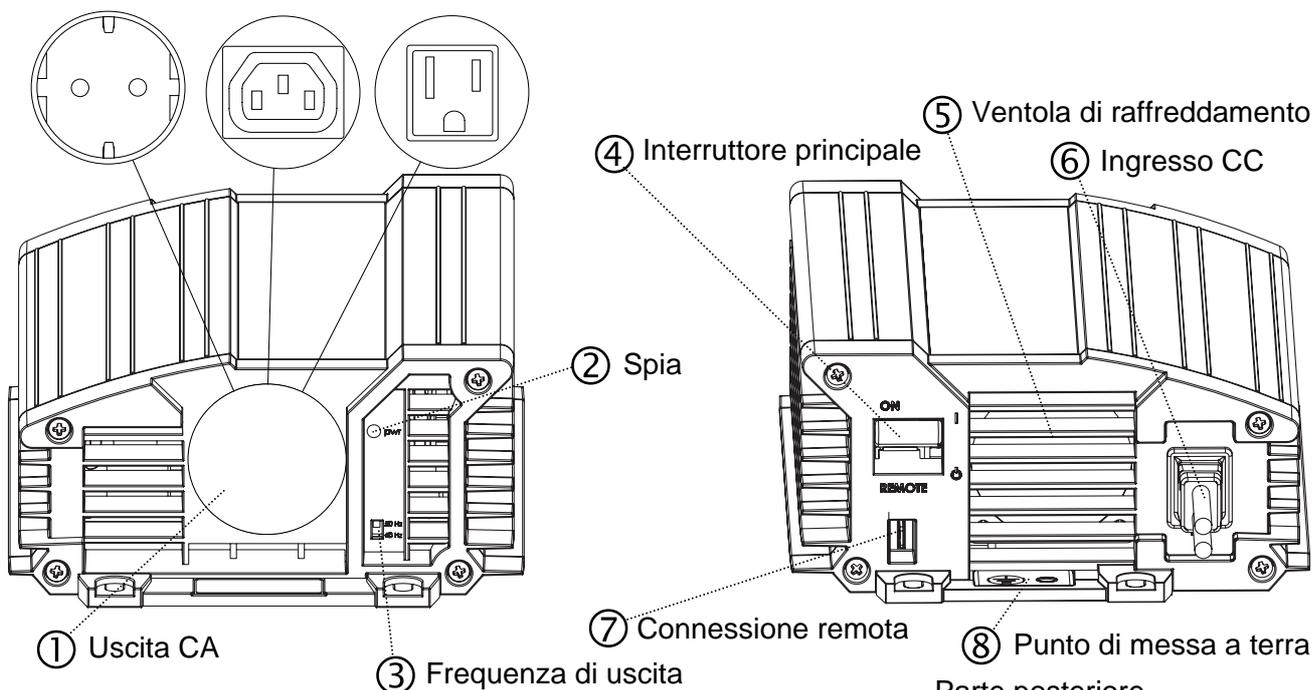

Figura 1 Parte anteriore
Vedere figura 1. Nella parte anteriore di AC Master si trova un piccolo interruttore (3) che consente di regolare la frequenza di uscita.
- Prima di installare AC Master, assicurarsi che l'interruttore principale (figura 1, rif. 4) si trovi nella posizione REMOTE / ⏻.